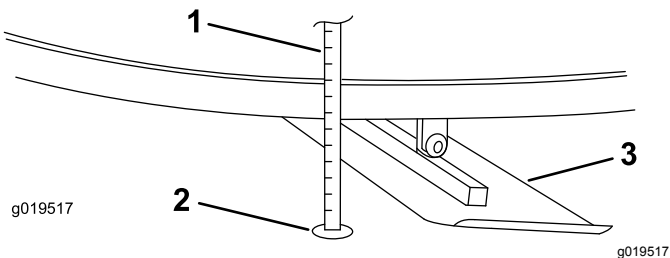

Figura 31
4. Haga una señal en la pala y en el suelo, en el punto en que se hizo esta medición (Figura 31).